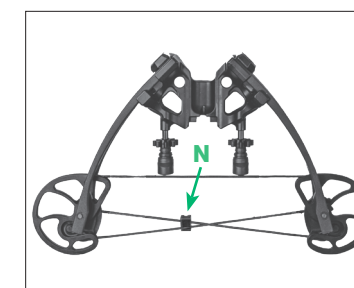

FIGURE 3
- 1a** Attachez la glissière des câbles (partie N) aux câbles la glissière des câbles possède une ouverture plus grande d'un côté pour permettre de placer la glissière correctement sur le rail. (Fig. 3)